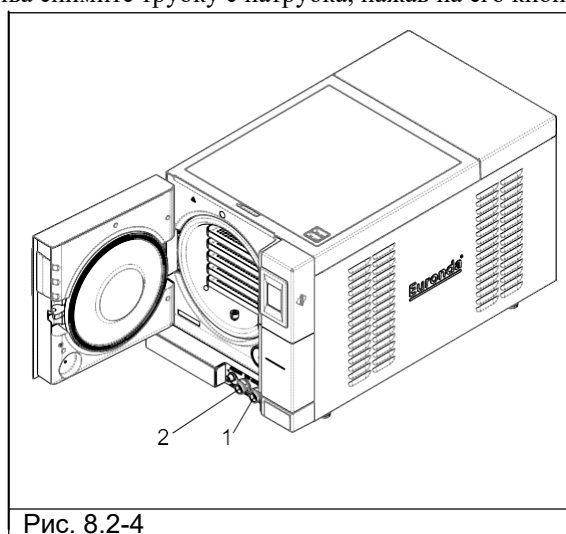

Рис. 8.2-4
1. Слейте резервуар для чистой воды: вставьте конец трубки с соединителем в патрубок в нижней части передней панели (1 на рис. 8.2-4), а другой конец поместите в пустую емкость.